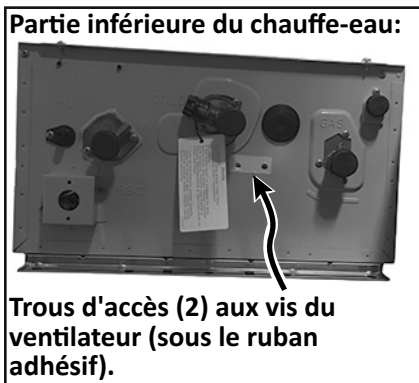

Figure 31
- 8.1.1 Retirez les deux vis Phillips se trouvant sous la chambre de combustion, à l'aide d'un tournevis Phillips #2 de 8 po. Vous remarquerez 2 ouvertures par lesquelles il faut insérer le tournevis (Figure 31).